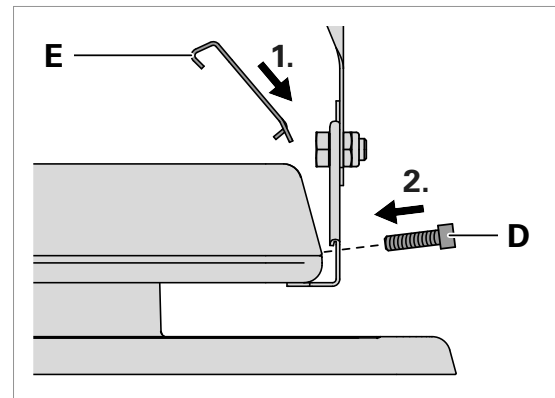

Fig. 7: Halteblech in Leuchte einhängen.
- ▶ Hängen Sie das Halteblech **E** in die Leuchte ein, siehe Fig. 7.